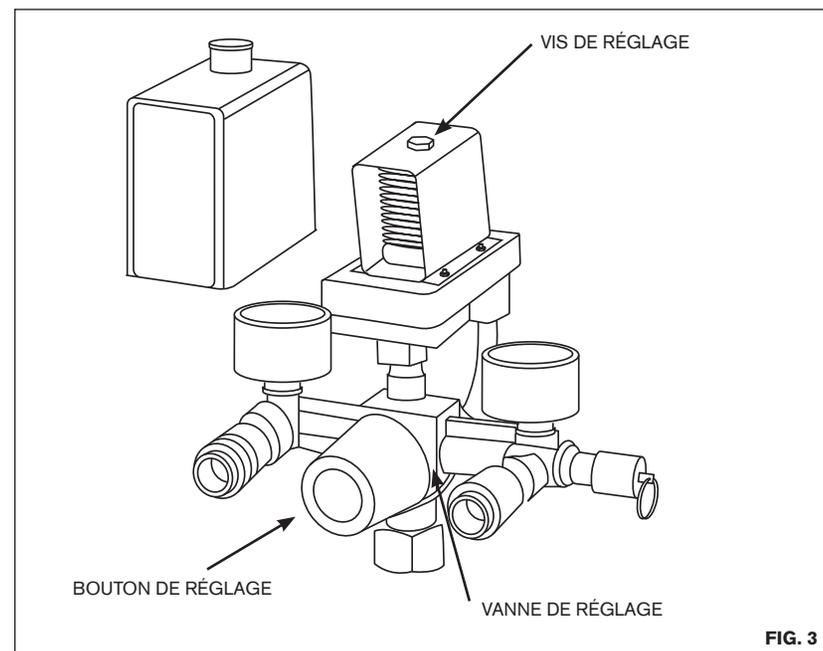

FIG. 3
1. Le compresseur est contrôlé par pressostat lors de son fonctionnement normal. Il peut s'arrêter automatiquement lorsque la pression augmente au maximum et redémarrer lorsqu'elle diminue au minimum. La pression nominale a été ajustée lors de la fabrication du produit. Ne la changez pas négligemment. Dès que le moteur est mis hors tension, l'air comprimé doit être libéré du tuyau de refoulement par l'intermédiaire de la soupape de refoulement située sous l'interrupteur. Cela est nécessaire pour le redémarrage, sans quoi le moteur sera endommagé. La pression nominale peut être ajustée en tournant le bouton de réglage de l'interrupteur (Fig. 3).
2. La pression de sortie d'air comprimé peut être ajustée par le biais de la vanne de réglage. Tirez le bouton de la vanne de réglage et tournez-le vers la droite ou vers la gauche pour augmenter ou diminuer la pression (Fig. 3).